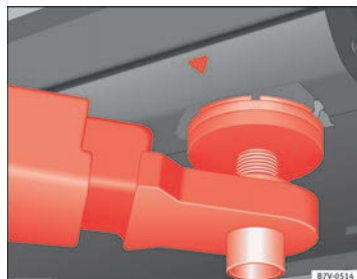
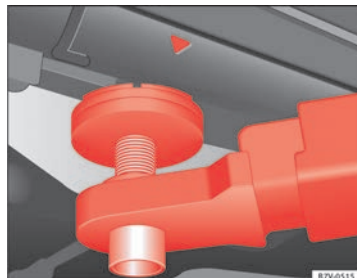

Fig. 122 Points d'appui avant pour lever le véhicule avec un pont-élévateur ou un cric.
Fig. 123 Points d'appui arrière pour lever le véhicule avec un pont-élévateur ou un cric.
Pour lever le véhicule, vous devrez uniquement utiliser les points indiqués dans les figures → fig. 122 et → fig. 123. Si le véhicule n'est pas levé par les points indiqués, cela peut provoquer des dommages ⇒ ⚠ et de graves blessures ⇒ ⚠.
- Pour lever le véhicule, vous devrez uniquement utiliser les points indiqués dans les figures → fig. 122 et → fig. 123. S'il n'est pas levé par les points indiqués, il pourrait tomber du pont-élévateur lors de la réalisation d'opérations de dépose du moteur ou de la boîte de vitesses, par exemple.